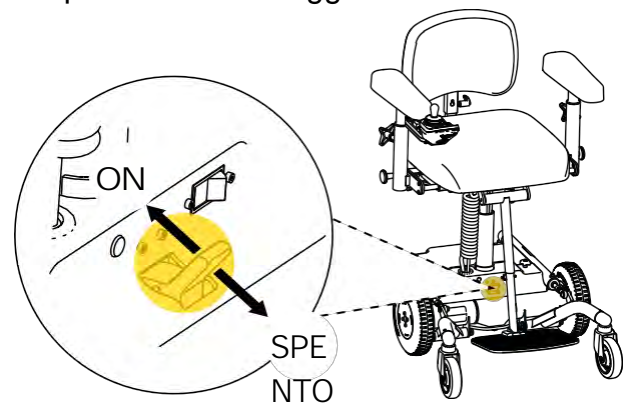
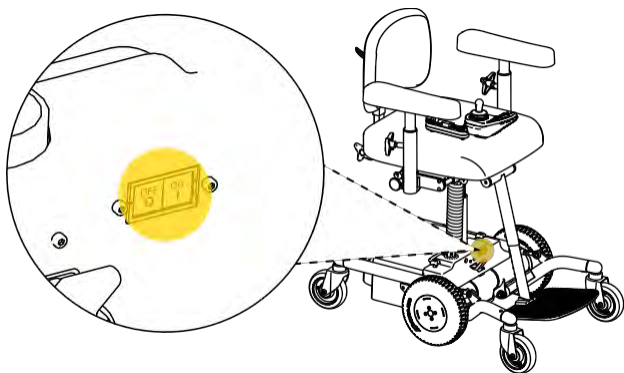

Fig. 3.2 Disinnesto del freno.
Fig. 3.4 Fusibile automatico
- Su superfici piane, il prodotto deve essere spostato su ruote. Per poter far rotolare il prodotto, è necessario disinnestare il freno e disattivare la sicura automatica. Per disinserire il freno, posizionare l'interruttore a levetta su OFF. Per attivare il freno, posizionare l'interruttore a levetta su ON, vedere Fig. 3.2. Per disattivare il blocco automatico, premere OFF. Prima di caricare e quando si riavvia il prodotto, il blocco automatico deve essere ripristinato, premere ON (vedere Fig. 3.4). Se il blocco automatico è stato disattivato, è necessario riavviare l'unità di controllo due volte per ripristinare la funzionalità del prodotto.
- La batteria deve essere scollegata per i periodi di stoccaggio più lunghi. A tale scopo si utilizza il fusibile automatico, vedi Fig. 3.4. scollegare la batteria. Se la batteria è scollegata, deve essere ricaricata ogni 4 mesi.
- La batteria deve essere scollegata per il trasporto. Ciò avviene tramite il blocco automatico, vedi Fig. 3.4. Premere OFF per scollegare la batteria. Per ripristinare il blocco automatico, premere ON. Se il fusibile automatico è stato disinserito, è necessario riavviare la centralina due volte per ripristinare la funzionalità del prodotto.